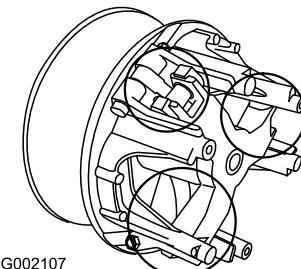

Figura 41
5. Lubrifique as peças móveis nas áreas assinaladas com um círculo em Figura 41 utilizando o Dry Lubricant Spray da Toro, disponível no revendedor ou distribuidor autorizado Toro.